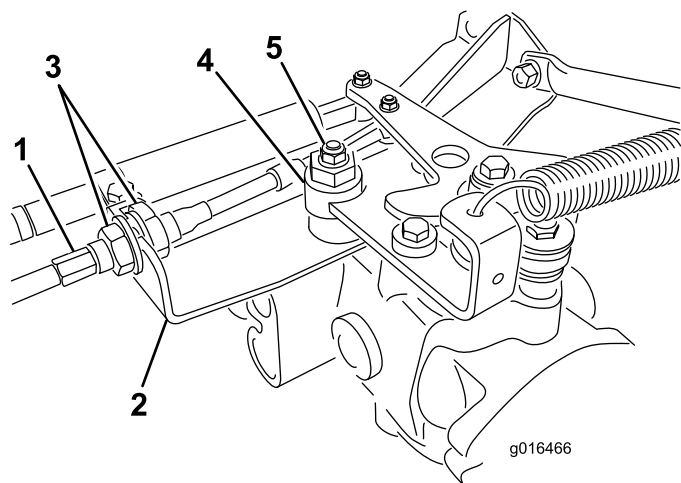

図 42
- A. 走行ケーブルを油圧トランスミッションのバルクヘッドに取り付けているジャムナット図 42 を両方ともゆるめる。調整ができるよう、ジャムナットは十分に、また均等にゆるめること。
注 偏芯ナットをトランスミッション上部に止めているナット図 42をゆるめる。
- 調整ができれば固定ナットを締める図 42。
- バルクヘッドのそれぞれの側から、ロックナットを均等に締め付けて、ケーブルを固定する図 42。ケーブルをねじらないように注意すること。